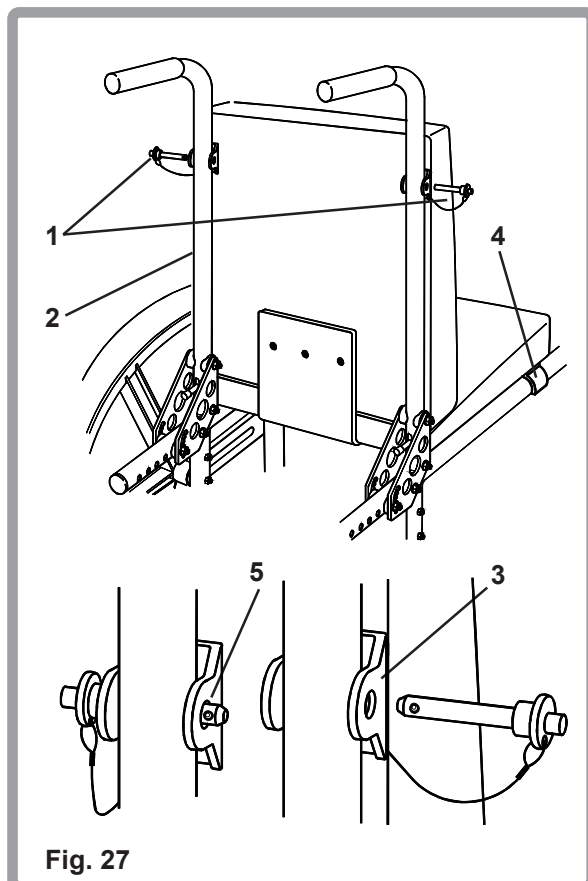

Fig. 27
Las sillas de ruedas Zippie TS y Quickie TS incorporan un respaldo de ángulo ajustable (Fig. 27). Para extraer el asiento y el respaldo, extraiga las dos clavijas de bloqueo (1) ubicadas en ambos tubos del respaldo (2) presionando el botón de retén y extrayendo el receptor (3). Tire hacia arriba del asiento/respaldo a fin de desacoplar los dos soportes del asiento (4) y extráigalo. Para volver a colocar el asiento/respaldo, siga el procedimiento contrario al anterior, pero asegurándose de que los dos botones (5) ubicados en cada clavija de bloqueo queden visibles en el lateral del receptor.